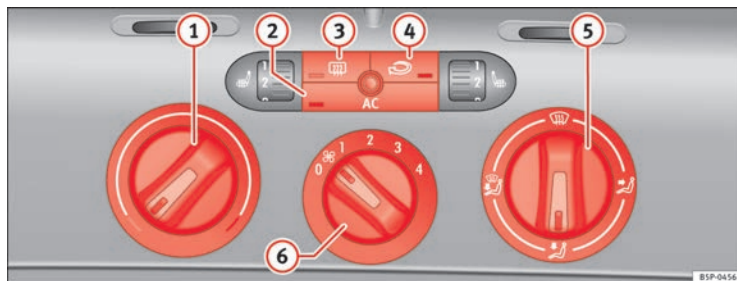

Abb. 108 In der Instrumententafel: Bedienelemente der Climatic
- Mit den Reglern ⇒ Abb. 108 ① und ⑤ und mit dem Schalter ⑥ stellen Sie die Temperatur, die Luftverteilung und die Gebläsestufe ein.
- Drücken Sie die jeweilige Taste ②, ③ oder ④, um eine Funktion ein- oder auszuschalten. Bei einer eingeschalteten Funktion leuchtet das Fenster unten an der Taste auf.
① Temperaturregler ⇒ Seite 153.
② Taste **AC** – Kühlanlage ein-/ausschalten ⇒ Seite 153
③ Taste – Heckscheibenbeheizung. Etwa 20 Minuten nach dem Einschalten wird die Beheizung automatisch ausgeschaltet. Sie lässt sich vorzeitig durch Drücken der Taste ausschalten.
④ Taste – Umluftbetrieb ⇒ Seite 155
⑤ Luftverteilungsregler ⇒ Seite 153.
⑥ Gebläseschalter. Der Luftstrom ist in vier Stufen einstellbar. Das Gebläse sollte immer bei langsamer Fahrgeschwindigkeit in niedriger Stufe mitlaufen. ▶
- Schalten Sie die Klimaanlage mit der Taste \Rightarrow Seite 152, Abb. 108  ein.